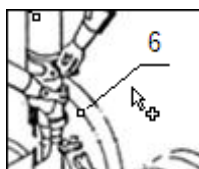

Рис. 5.128
- Подведите курсор к линии выноски так, чтобы он принял вид стрелки со знаком «+» (Рис. 5.128).